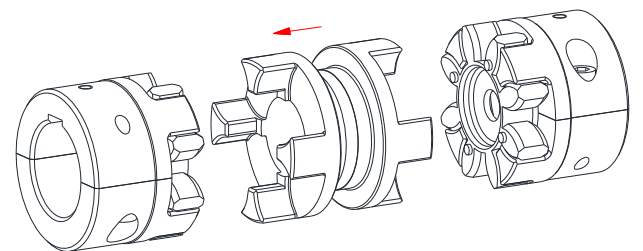

Bild 18: Montage des DKM-H-Mittelstückes
- Setzen Sie das DKM-H-Mittelstück ein (siehe Bild 18) und verschieben Sie die Aggregate in axialer Richtung, bis das E- und S-Maß erreicht ist (siehe Bild 3 und Tabelle 3).